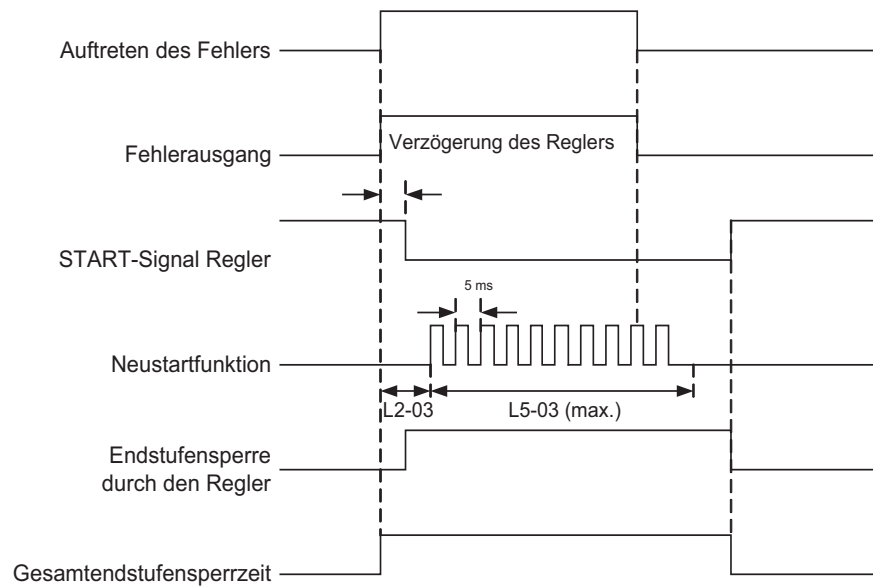

Abb. 6 38 Zeitablaufdiagramm für die automatische Neustartfunktion
- Parameter L5-01 bestimmt die Anzahl der automatischen Neustartversuche. Beim Auftreten eines Fehlers führt der Frequenzumrichter wie in *Abb. 6 38* skizziert einen Neustart durch. Der Frequenzumrichter versucht maximal für die L5-03 eingestellte Zeit alle 5 ms einen Neustart. Alle während dieser Zeitdauer durchgeführten Startversuche zählen (für den Zähler L5-01) als ein Neustartversuch. Der interne Zähler für die Neustartversuche wird auf 0 zurückgesetzt, sobald der Frequenzumrichter 10 Minuten ohne Fehler gelaufen ist.